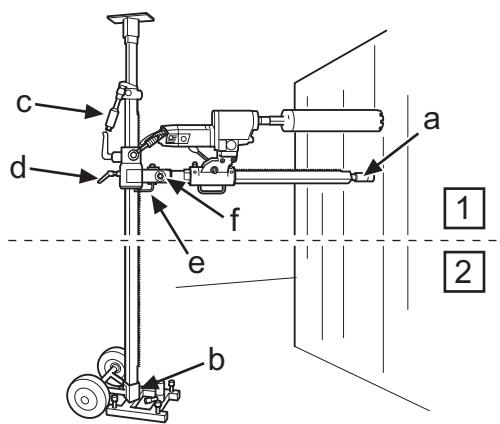
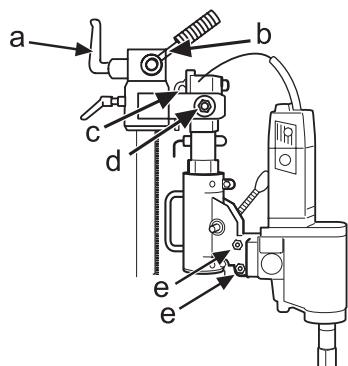

Fig.3
Fig.6
- Soltar la manija de fijación (d), inclinar la columna de perforación y bajarla (fig. 6).
- Afrouzar o manípulo de fixação (d) e inclinar e baixar a coluna de perfuração (Fig. 6).
- Loosen the locking handle (d), angle out and fold down the drill column (Fig. 6).
6. Montar la perforadora en la fijación rápida. Apretar las tuercas cónicas (e) (fig. 6) con una llave de 24 mm.
6. Montar a perfuradora na fixação rápida. Apertar as porcas cónicas (e) (Fig. 6) com a chave de 24 mm.
7. Inclinar novamente e levantar a coluna de perfuração. Fixar com o punho em L (e) (Fig. 3) e a porca (f) (fig. 3). Para perfuração inclinada, afrouxa-se o punho em L e coloca-se a coluna de perfuração na posição desejada apertando a porca (d) (Fig. 6) com a chave de 30 mm.
6. Fit the drilling machine in the quick-action attachment. Tighten the conical nuts (e) (Fig. 6) using a 24 mm spanner.
7. Angle back and fold up the drill column, secure with the L-handle (e) (Fig. 3) and nut (f) (fig. 3). When angle drilling loosen the L-handle and the drill column is set at the required angle by tightening the nut (d) (fig. 6) using a 30 mm spanner.
- Para cambiar la altura, soltar el bloqueo (a) (fig. 6) del riel de pared, al mismo tiempo que se ajusta la altura con la manija de ajuste de altura (b) (fig. 6).
- 8. Controlar la posición de la broca de corona. Enroscar el tornillo de puntal contra la pared para fijar la columna de perforación. Fijar con una tuerca de seguridad de 30 mm (a) (fig. 3), utilizando una regla de madera como separador.
- Para alterar a altura, solta-se o bloqueio (a) (Fig. 6) do cursor para parede e ajusta-se simultaneamente a altura com o manípulo de ajuste de altura (b) (Fig. 6).
- 8. Controlar a posição da coroa da broca. Enroscar o parafuso de escora contra a parede para fixar a coluna de perfuração. Fixar com a porca de segurança de 30 mm (a) (Fig. 3). Usar um calço de madeira ou similar como separador.
- When changing the height, release the catch (a) (Fig. 6) on the wall rail at the same time as the height is adjusted with the height adjustment handle (b) (Fig. 6).
- 8. Check position of the drill bit. Screw in the support column screw against the wall to secure the drill column. Secure with the locking nut 30 mm (a) (Fig. 3), use a wooden batten as packing.